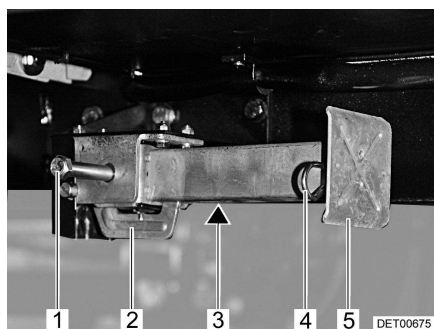

Fig. 14 Apoyo de elevación
- Colocar la llave de vaso en el hexágono (Fig. 14,1) y girarla hasta que el apoyo de elevación quede verticalmente hacia abajo.
- En caso de que la longitud del apoyo de elevación sea ajustable, extraer la clavija hendida (Fig. 14,4) de la prolongación del pie de apoyo (Fig. 14,5).
- Colocar la llave de vaso en el hexágono (Fig. 14,1) y girarla hasta que el apoyo de elevación esté de nuevo libre del suelo.
- Introducir totalmente la prolongación del pie de apoyo (Fig. 14,5) e introducir la clavija hendida (Fig. 14,4) en el orificio previsto para ello que hay en la prolongación del pie de apoyo.
- Girar el hexágono (Fig. 14,1) hasta que el apoyo de elevación se haya girado hacia arriba y la guía (Fig. 14,2) tenga contacto con el extremo de la ranura (Fig. 14,3).